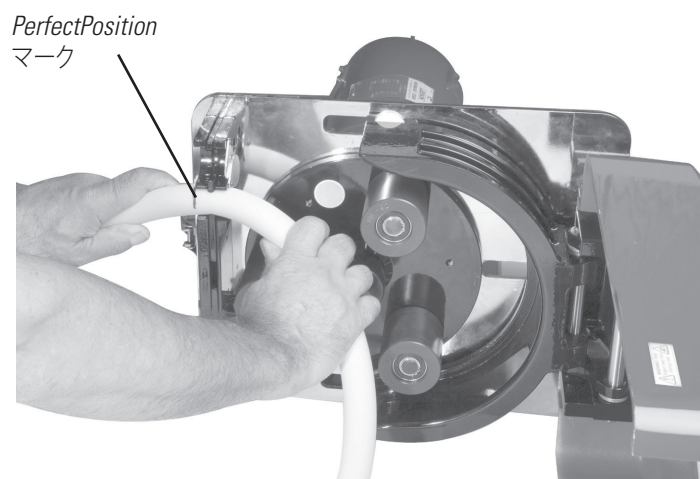
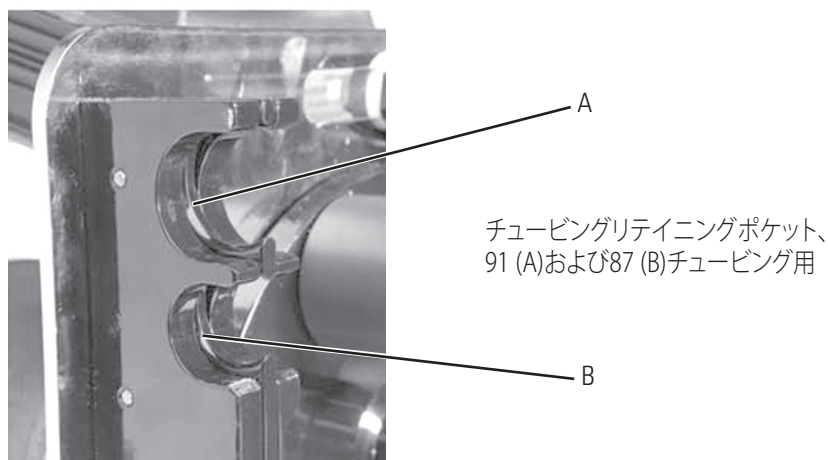

図 2-8. チュービングリテイナーポケット
図 2-10. チュービングリテイナーポケット
3. チューブを、上の方にある適切なチューブリテイニングポケットに差し込んでください(図2-10参照)。チューブにプリントされている“PerfectPosition” 設置用マークを、リテイナーアセンブリーの外端に合わせます(図2-8参照)。